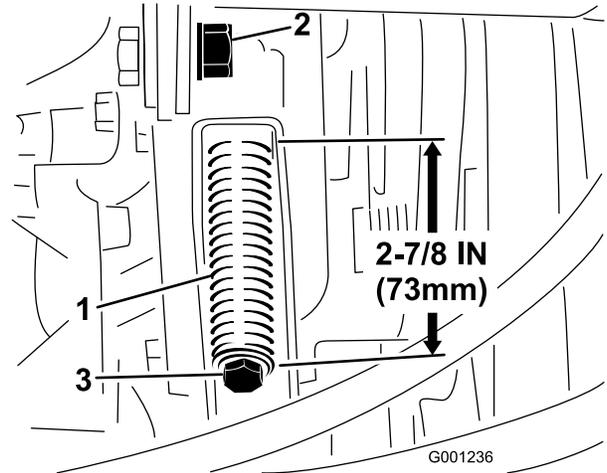

Figure 64
3. Desserrez l'écrou de blocage de la tige de tension (Figure 64).
4. À l'aide d'une clé de 1/2 pouce, serrez ou desserrez le ressort de tension de la courroie (Figure 64) pour obtenir une longueur de 73 mm.
4. À l'aide d'une clé de 1/2 pouce, desserrez complètement le ressort de tension de la courroie (Figure 64).
6. Montez la courroie de PDF neuve et tendez le ressort de poulie à 73 mm (Figure 64).
7. Serrez l'écrou de blocage (Figure 64) et fermez le capot.